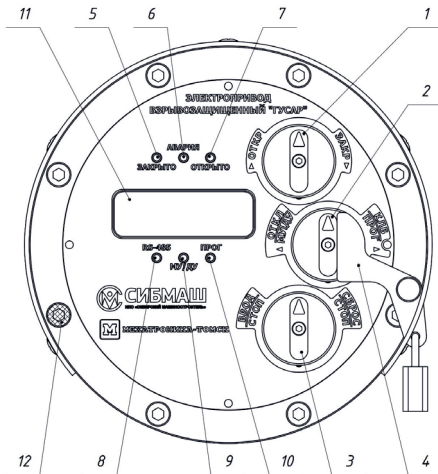

Рис. 9 – Внешний вид МПУ
Местный пост управления (МПУ) находится на лицевой панели электропривода и предназначен для управления, настройки параметров и отображения состояния электропривода. Внешний вид МПУ с позиционным обозначением элементов приведен на рис. 9.
- поворотные рукоятки подачи команд «Открыть», «Закрыть» (поз. 1 на рис. 9), выбора режимов управления (поз. 2 на рис. 9) и рукоятка подачи команды «Стоп» (поз. 3 на рис. 9);
- устройство блокировки рукоятки выбора режима управления (поз. 4 на рис. 9);
- единичные светодиодные индикаторы световой сигнализации (поз. 5...10 на рис. 9);
- цифровой дисплей (поз. 11 на рис. 9) отображения текстовой и знаковой информации.